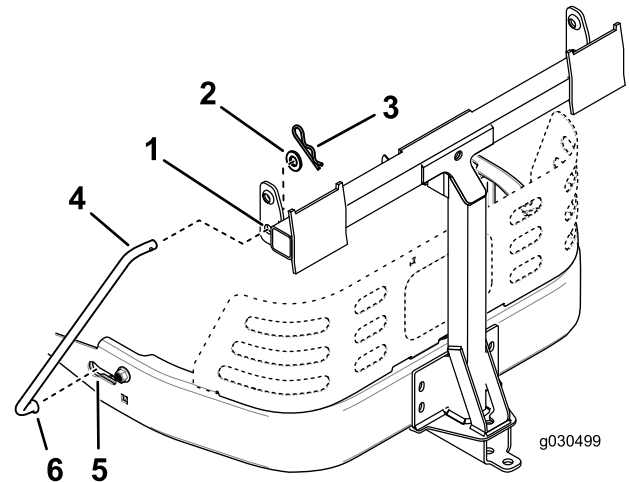

Figure 9
4. Placez une extrémité évasée d'une tige dans l'encoche sur le côté gauche du cadre de la machine et glissez la tige vers l'arrière pour bien l'engager dans le cadre (Figure 9).
5. Insérez les extrémités coudées de la tige dans le support d'accessoire, comme montré à la Figure 9, et fixez-les avec une rondelle et une goupille fendue.